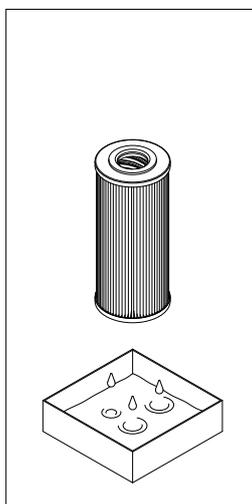

fig. 19
- (Fig. 19) Scolare il fluido di lavoro esausto dall'elemento filtrante al recipiente di raccolta